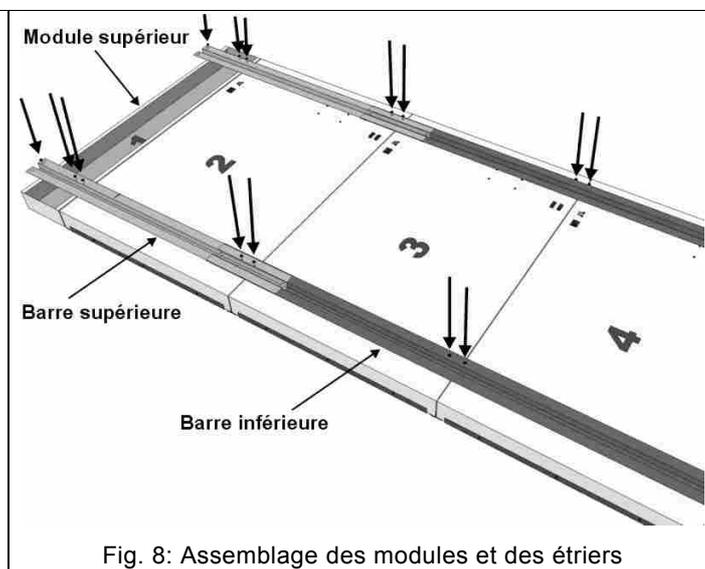

Fig. 8: Assemblage des modules et des étriers
3. Placez les modules avec la partie avant tournée vers le sol, en suivant la numération indiquée au verso (Fig. 8), pour composer le tableau désiré (voir les différents modèles au chapitre 1). Placez les deux étriers sur les modules en alignant les trous de fixation et fixez-les solidement aux modules avec les vis fournies (Fig. 8) et un tournevis cruciforme.